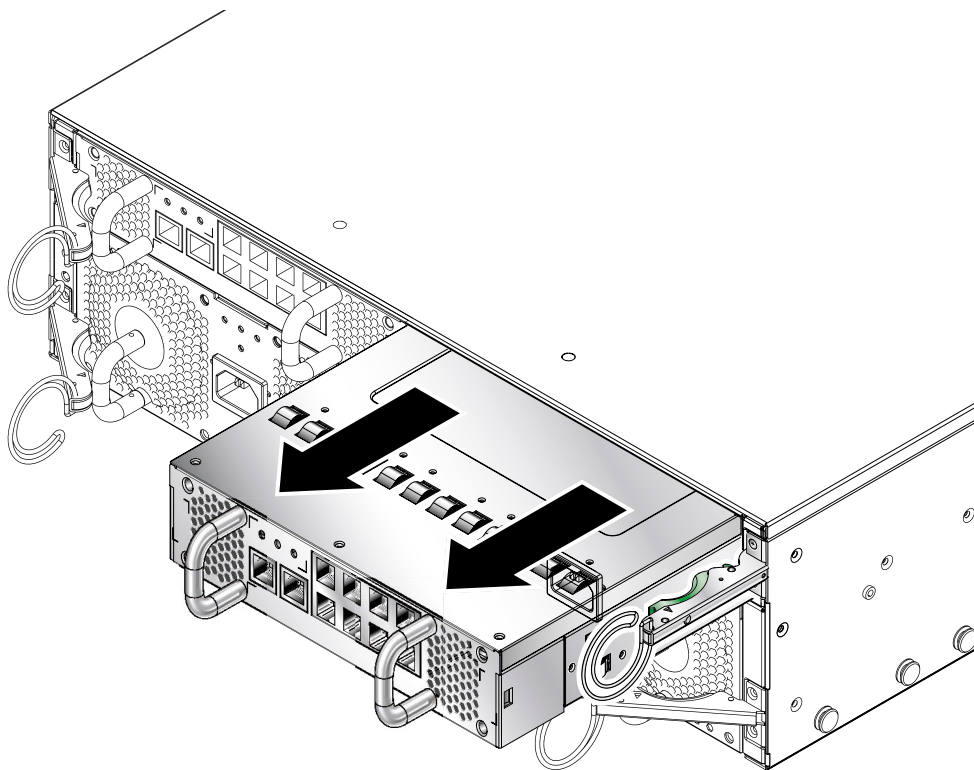

図 12-8 SSC のシステムシャーシからの取り外し
5. SSC の背面に縦方向に付いているハンドルを引いて、システムシャーシから SSC を取り出します (図 12-8)。